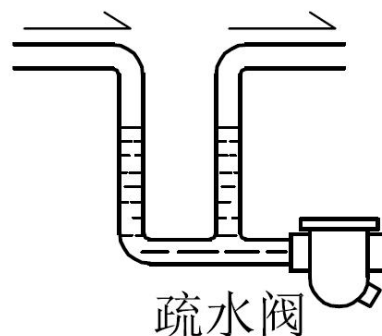

图 15 U 型弯处需安装疏水阀
(1) 当蒸汽管较长时，需视情况安装疏水阀。疏水阀一般安装在蒸汽管的末端（靠近用汽设备）或 U 型弯处，如图 15 所示。